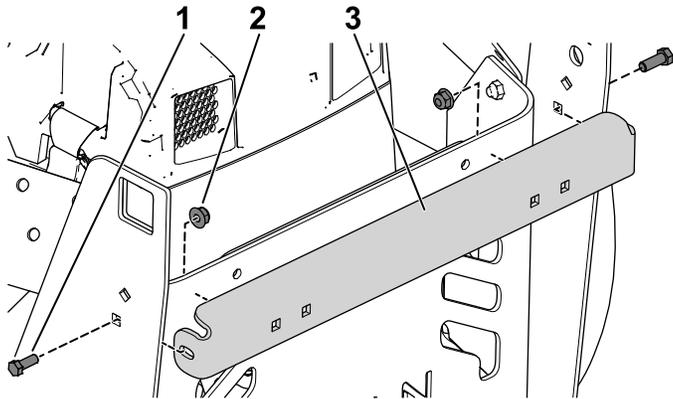

Figura 14
1. Sujete el travesaño a los soportes izquierdo y derecho del ensacador con 2 pernos de cabeza hexagonal (5/16" x 7/8") y tuercas con arandela prensada (Figura 14).